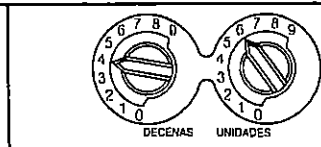

Figura 1: Conmutador rotatorio de direcciones decádicas
1. Fije la dirección del sensor (véase Figura 1) mediante un destornillador de hoja plana para girar los selectores de dirección y seleccione el número deseado del 01 al 99. Anote la dirección sobre la etiqueta situada en la base.